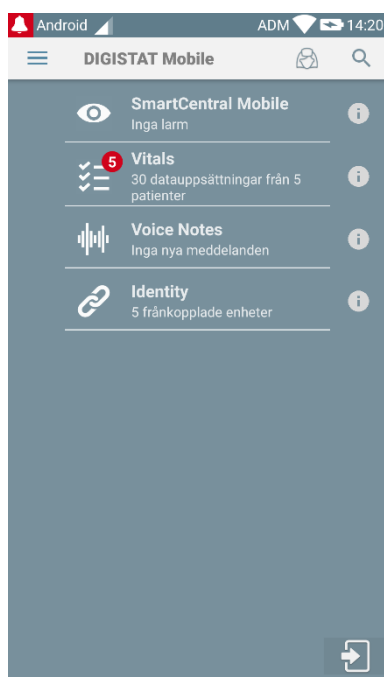
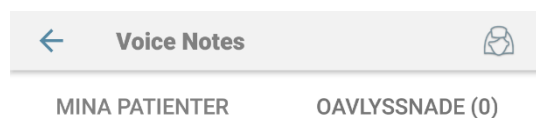

Fig 102
Fig 108
- Klicka på motsvarande rad på den handhållna enhetens skärmbild (Fig 102).
Fig 108 visar rubriken på skärmbilden med patientlistan.
Tryck på vänsterpilen i Fig 108 **A** för att avsluta modulen och visa den handhållna enhetens skärmbild (Fig 102). Använd filtret i Fig 108 **B** för att visa alla patienter som är konfigurerade på den handhållna enhetens domän eller endast patienter för vilka det finns meddelanden som inte har lyssnats av (**Oavlyssnade**) för den aktuellt inloggade användaren.